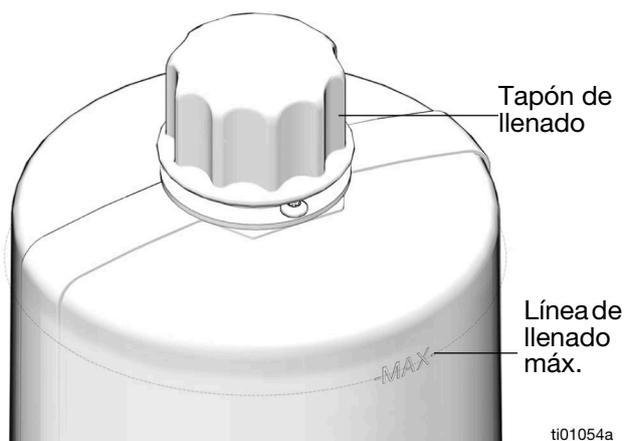

FIG. 22
- No llene en exceso (FIG. 22).
- Quite el tapón de llenado (Z) (FIG. 22).
- Vierta aceite en el depósito hasta la línea de llenado MÁX. (FIG. 22).
- Vuelva a poner el tapón de llenado (Z). Apriete firmemente la tapa con la mano.